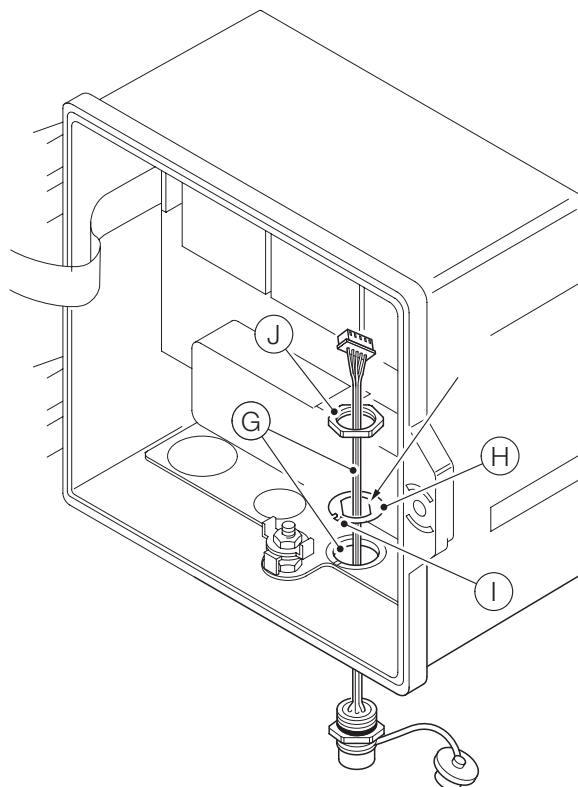

Figure 12 Préparation des fixations de câbles du connecteur EZLink
En vous reportant à Figure 12:
- 7 Montez l'attache d'alignement (I) dans la fente du presse-étoupe (K) (sur la variante du boîtier en plastique) ou dans la fente moulée (sur la variante du boîtier en métal).
- 8 Insérez entièrement le corps du connecteur EZLink (L) dans l'entrée de câble et alignez le corps du connecteur à l'aide des plats sur la rondelle d'alignement (voir Figure 12).
- 9 Serrez l'écrou (J) sur le corps du connecteur et serrez à l'aide d'une clé.